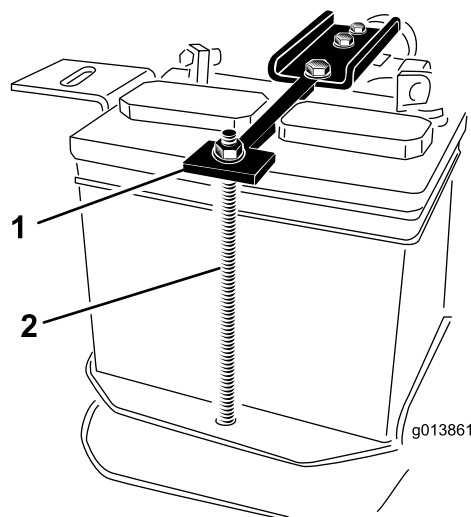

Рисунок 4
4. Отверните 2 гайки крепления прижимных скоб аккумулятора и отложите гайки, шайбы и трубку болта в сторону (**Рисунок 4**).